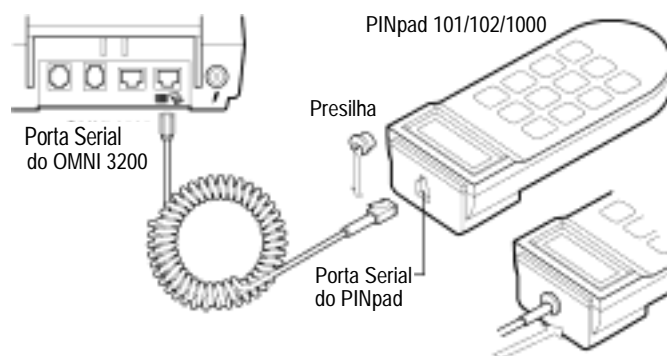
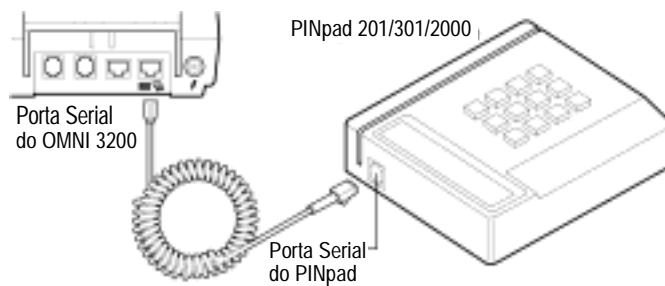

Figura 9 Conexão do PINpad 101/102/1000
Figura 10 Conexão do Teclado de Senhas 201/301/2000
Para conectar um PINpad (teclado de senhas) ao terminal OMNI 3200 (veja Figura 9 e Figura 10):
2. Se você está instalando um teclado de senhas modelo PINpad 101, PINpad 201, or PINpad 1000, posicione e insira a presilha redonda para firmar a conexão do cabo conforme demonstrado na Figura 9.